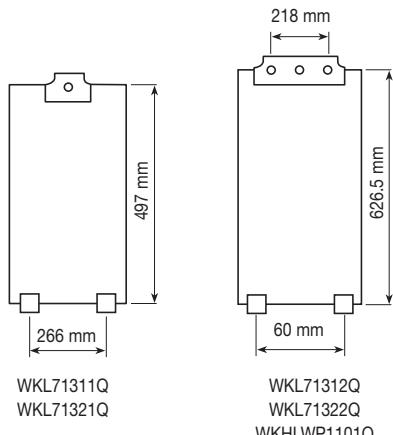

Fig. 5
Taladre orificios en la pared de acuerdo a la Fig. 5, coloque el perno con el expansor en el orificio superior y los taquetes de plástico en los orificios inferiores, Monte el calentador de agua en el perno sin inclinarlo, posteriormente coloque los tornillos en los taquetes inferiores y ajústelos.
- Perfore la pared considerando las dimensiones del ducto y de acuerdo a como se detalla en la Fig. 5.